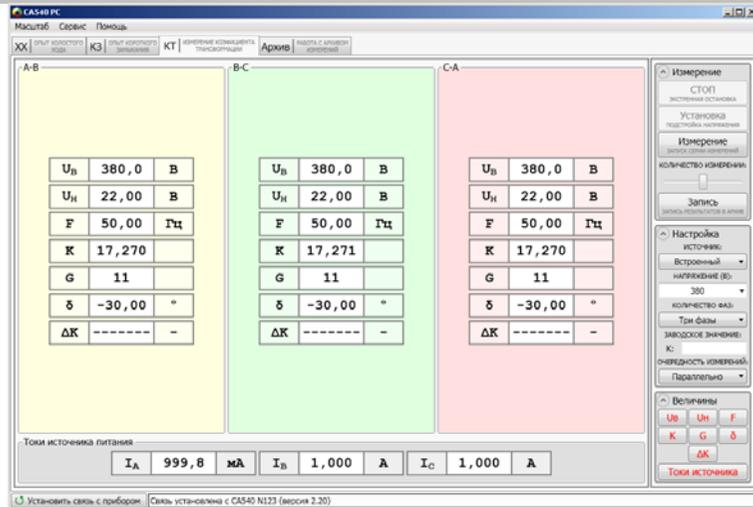

Рисунок 7.20
12) Выполнить измерение, для чего щелкнуть по кнопке . На экране в таблицах "A-B", "B-C", "C-A" появятся результаты измерений (рисунок 7.20).
чего щелкнуть по кнопке  в поле "Измерение" (рисунок 7.20).